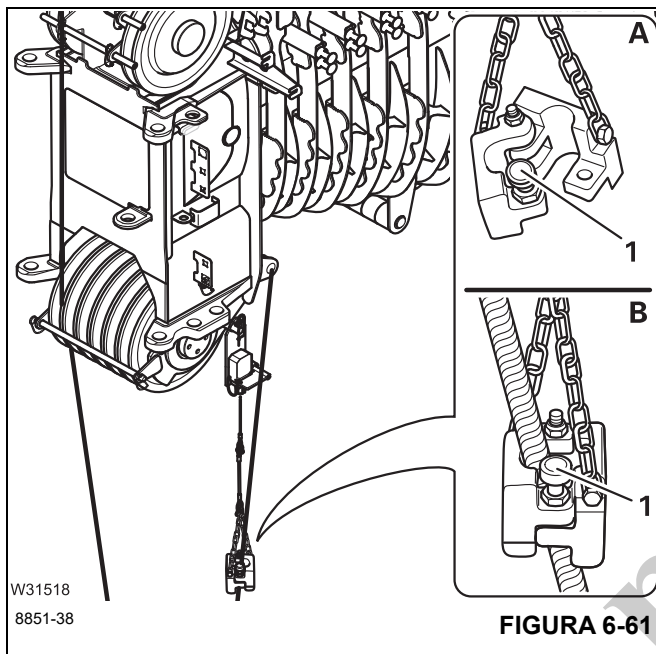

FIGURA 6-61
- (A), (Figura 6-61) – Retire el pasador de seguridad (1) y separe los dos lados del peso.
- (B), (Figura 6-61) – Coloque los dos lados del peso alrededor de la última sección del cable orientada hacia arriba.
- Retire el pasador de retención (1), (Figura 6-61), y vuelva a juntar los dos lados del peso.